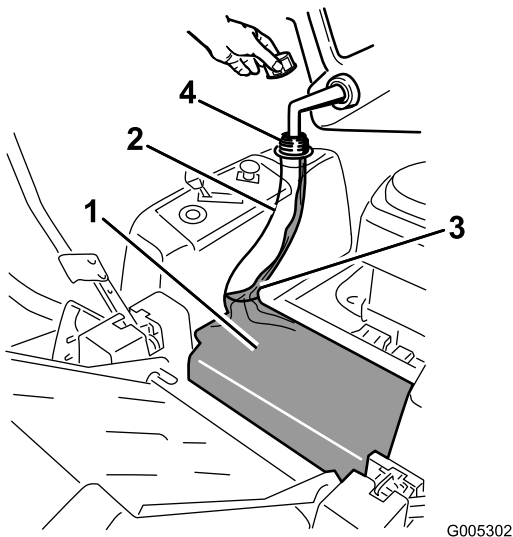

Figura 10
3. Añada gasolina normal sin plomo al depósito de combustible hasta que el cuerpo del depósito esté lleno, pero sin que el combustible llene el cuello del depósito (Figura 10). Este espacio vacío en el cuello del depósito permite la dilatación de la gasolina. No llene completamente el depósito de combustible.